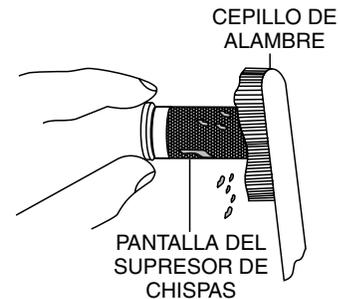

Figura 22. Limpieza del supresor de chispas
4. Retire con cuidado los restos de carbono de la pantalla del supresor de chispas (Figura 22) con un cepillo de alambre.